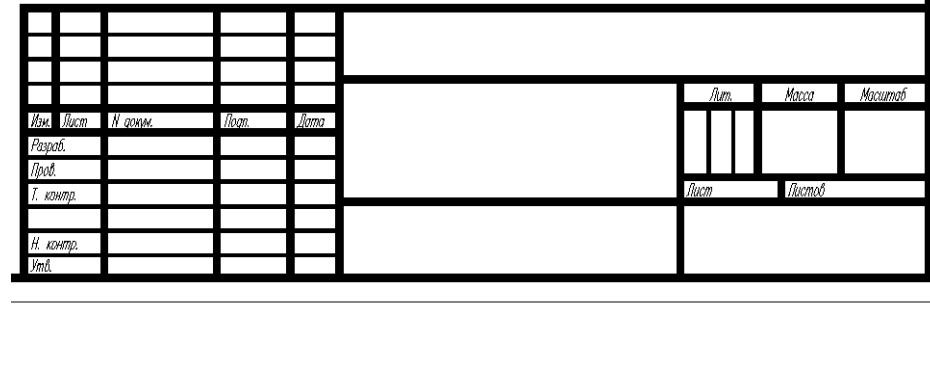

Рис. 10.29 ▼ Графы основной надписи после редактирования текста и уточнения расположения некоторых текстовых объектов
8. Завершив копирование нажатием **Enter**, запустите инструмент **Редактировать** (Edit) (например, введя в командном окне **ред** (ED)) и отредактируйте содержимое граф основной надписи, а также в тех случаях, где это необходимо, измените расположение текстовых объектов, руководствуясь рис. 10.29.